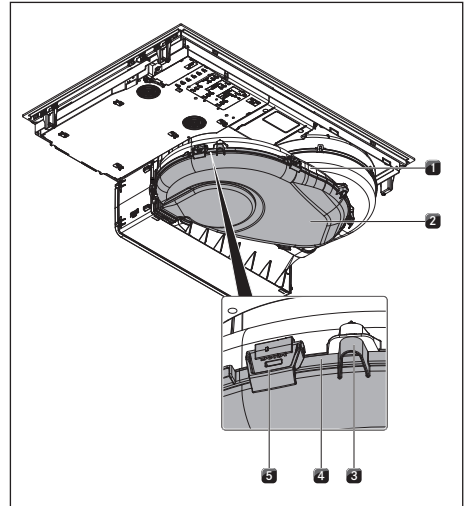

Fig. 8.4 Carcasa de conducción del aire
- ▶ Desde el interior de la abertura de entrada, tire de la trampilla para el cambio del filtro para sacarla por la abertura de la carcasa del filtro (sobre cómo retirar la trampilla para el cambio del filtro, véase fig. 8.4).